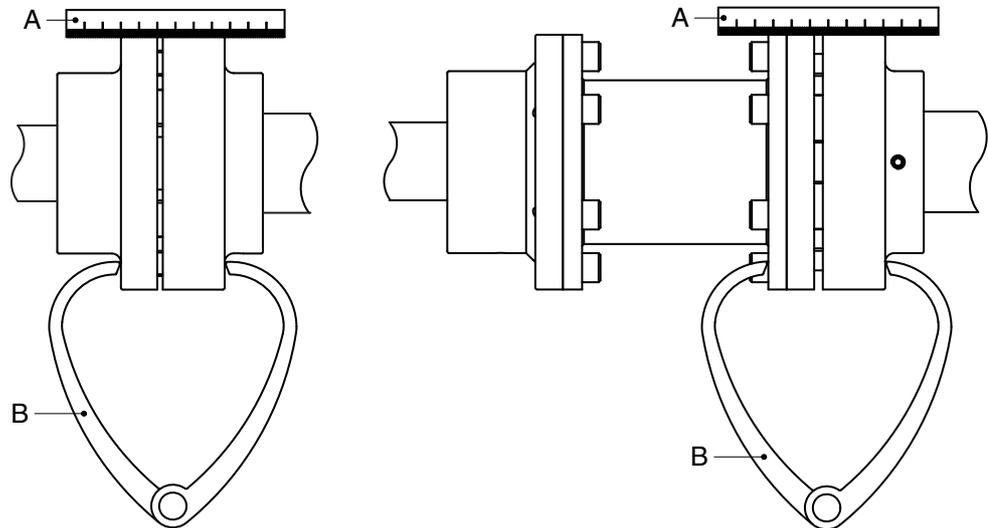

Abbildung 3: Ausrichten der Kupplung mit Hilfe eines Lineals und einem Außentaster.
- 7 Die obere Kupplungshälfte nach unten drücken. Den korrekten Abstand der Kupplungshälften entnehmen Sie Abbildung 3 und der entsprechenden Tabelle. Dann die Kupplungshälfte an der Motorwelle sichern.
- 2 Ein Lineal (A) auf die Kupplung legen. Das Lineal muss beide Kupplungshälften über die volle Länge berühren, siehe Abbildung 3
- 4 Die Ausrichtung nochmals mit einem Außentaster (B) an 2 diametral einander gegenüberliegenden Stellen an den Seiten der Kupplungshälften prüfen, siehe Abbildung 3